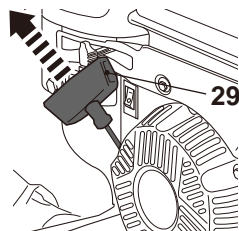

Fig. 21
- > El tirador de arranque (29) se encuentra en la parte derecha de la unidad del motor.
- > Tire del asidero de la manilla de arranque (29) para encender el motor (Fig. 21).